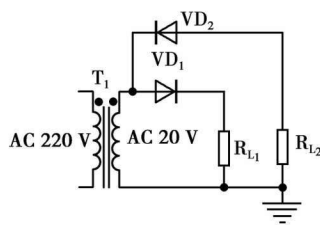

图 1-13
4. 在图 1-13 中,当变压器输出为 20 V 的交流电压时,试分析 R_{L1} 和 R_{L2} 获得的是交流还是直流电,若是直流电请分别在负载两端标出极性。